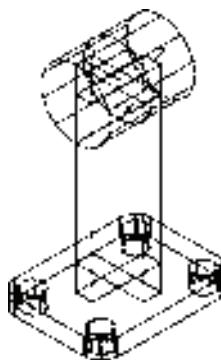

图 11-105 镜像圆柱体
13) 选择菜单栏中的“修改” $\rightarrow$ “三维操作” $\rightarrow$ “三维镜像”命令，以XY面为镜像面，镜像圆柱体。结果如图11-105所示。